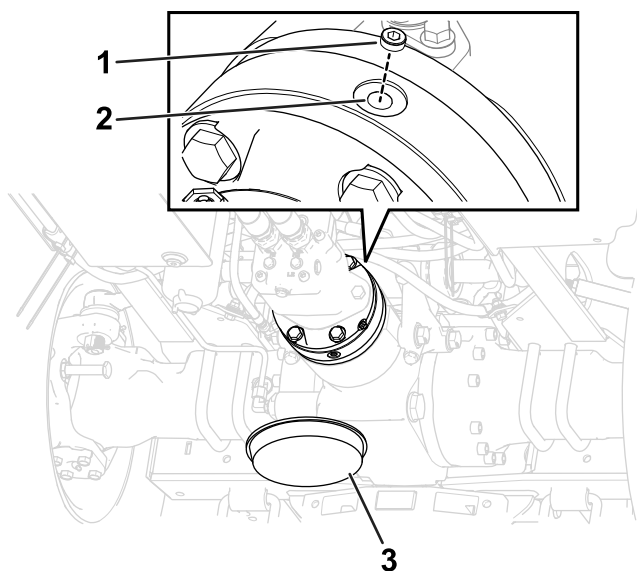

Рисунок 106
5. Снимите пробку заливного отверстия в верхней части тормозной коробки (Рисунок 106).
- Установите заливную пробку в заливное отверстие (Рисунок 106).